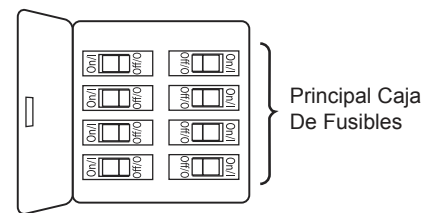

Figura 1
Uso de perfil bajo (Figura 1)
1. Extraiga la pieza de la bola colgante de la unidad de la bola colgante / varilla aflojando el tornillo de presión de la bola colgante hasta que la bola se libere de la varilla. Retire el pasador del barral y luego extraiga la semiesfera. Conserve el pasador y la semiesfera para su reinstalación en el Paso 6. (Figura 1)
Para evitar una posible descarga eléctrica, asegúrese de cortar la alimentación eléctrica de la caja de fusibles principal antes de colgar el ventilador. (Figura 1)
Para evitar una posible descarga eléctrica, asegúrese de cortar la alimentación eléctrica de la caja de fusibles principal antes de cableado el ventilador. (Figura 1)
1. Instale la cubierta rotando la ranura clave en la cubierta sobre el tornillo de hombro del soporte del gancho, teniendo cuidado de no pillar los cables. Fije el tornillo de hombro. Instale adecuadamente y fije el segundo tornillo de hombro que fue anteriormente guardado. (Figura 1)
1. Retire y deseche los cinco topos de goma del motor del ensamble del motor quitando los tornillos. (Figura 1)
1. Extraiga los cuatro tornillos desde el unidad del kit de iluminación. Guárdelos para el paso 4. (Figura 1)
1. Restaure la fuente de alimentación de la toma de corriente enciende la electricidad del fusible principal. (Figura 1)